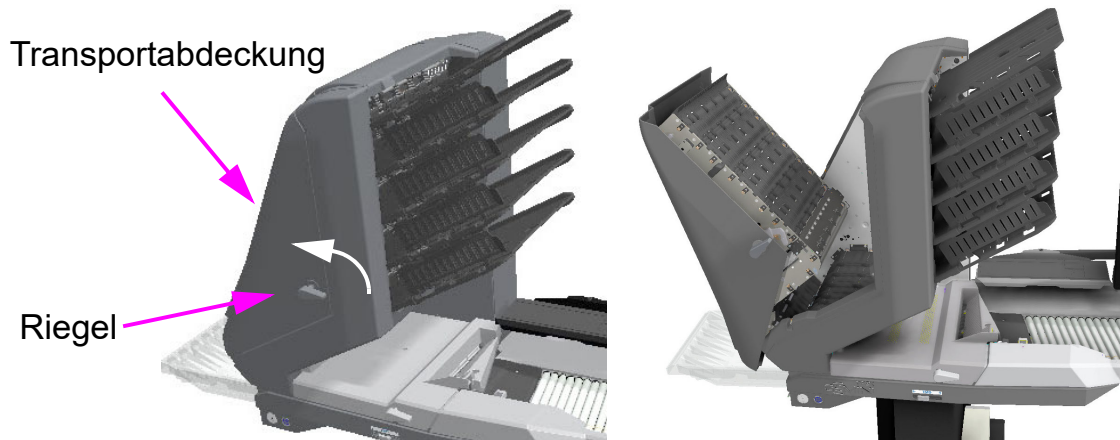

Abbildung 4-37: Öffnen der Transportabdeckung
1. Drehen Sie die Transportverriegelung gegen den Uhrzeigersinn und ziehen Sie die Transportabdeckung vom Scanner weg (Abbildung 4-37).